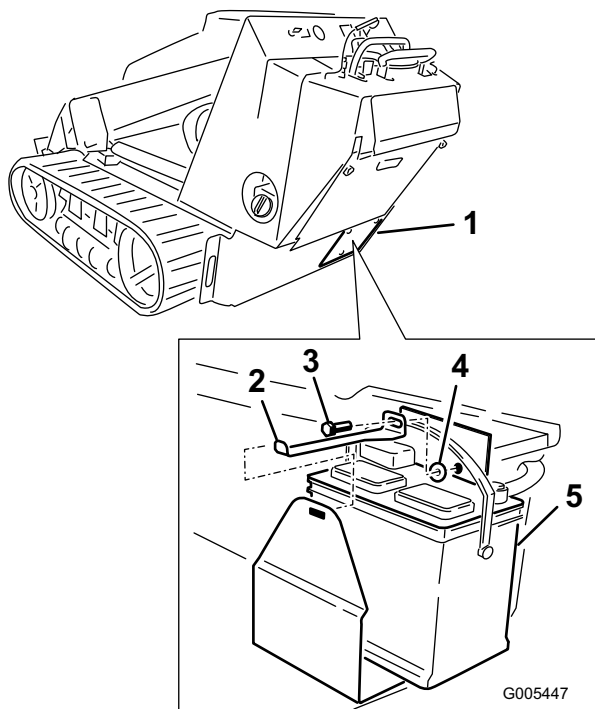

Figure 7
3. Placez la batterie dans la machine (Figure 7).
4. Remettez le couvercle d'accès en place (Figure 7).